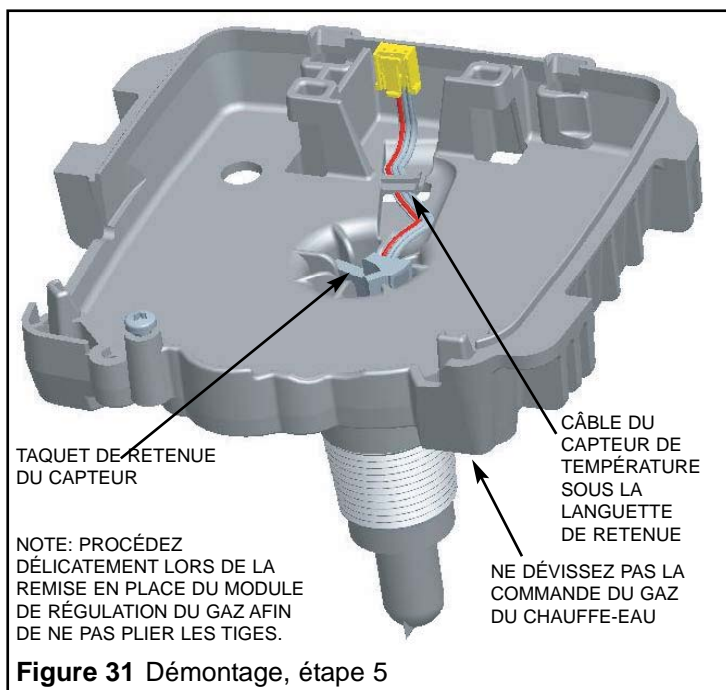

Figure 31 Démontage, étape 5
3. À l'aide d'un tournevis plat, soulevez la languette de retenue du capteur, ce qui permet de libérer le capteur et son câble (voir Figure 31).